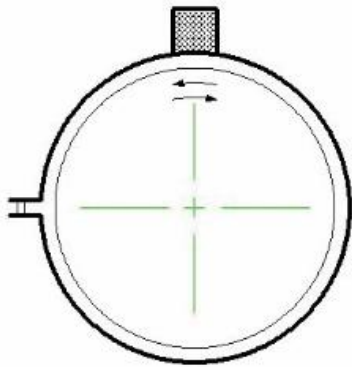
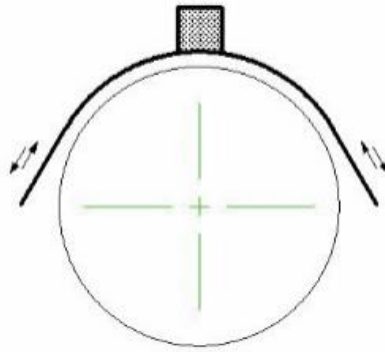
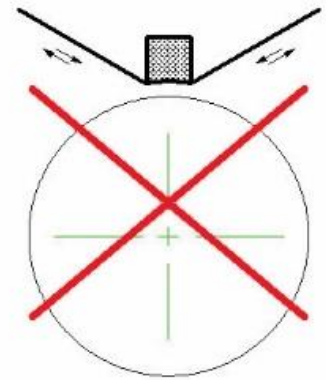

Fig. 3 ✓
Fig. 4 ✓
Fig. 5 ✗
- sur toute la périphérie du collecteur / de la bague, comme illustré par la figure 3
- ou sur une partie seulement pour pré-roder les balais ligne par ligne (ce qui est souvent nécessaire pour les diamètres importants), comme le montre la figure 4, avec des outils appropriés (pinces par exemple) ou à la main
Puis les balais neufs sont mis en place dans leur porte-balai et donc appuient sur la toile. On fait selon le cas ci-dessus soit osciller le rotor (fig. 3) soit on opère un **mouvement de va et vient** (fig. 4), jusqu'à rodage complet des faces frottantes.
Fig. 3 à 5 – Méthode de pré-rodage de la face frottante avec une toile abrasive
S'il faut roder les balais ligne par ligne par va-et-vient de la toile (fig. 4), il faut éviter de lever la toile sous les balais (ce qui conduirait, après rodage, à des surfaces trop réduites et mal définies (fig. 5)).